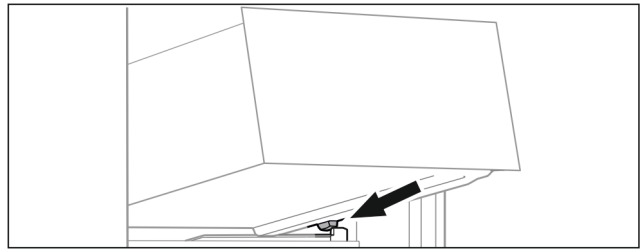

Fig. 100
- ▶ Поставете чекмеджето под ъгъл зад ограничителите върху реброто на съда. (виж Fig. 100)